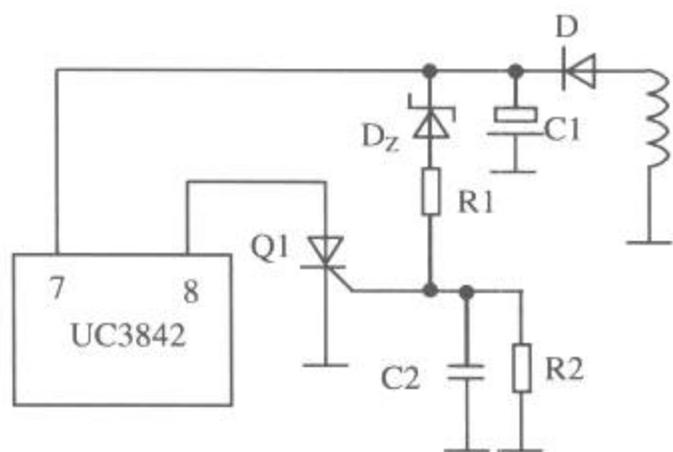

图 4-17 截止型保护电路原理图
② 截止型保护电路。截止型保护电路大多采用可控硅，或用三极管接成可控形式的保护电路。可控硅一旦导通，就能保持，因此这种保护电路启动后，只有故障排除并重新开机才能解除。截止型保护电路原理图如图 4-17 所示。